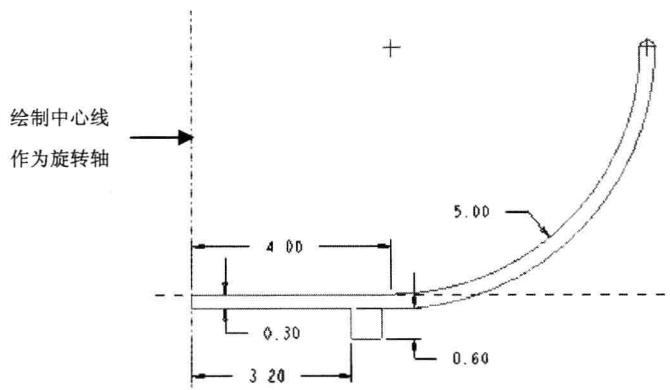
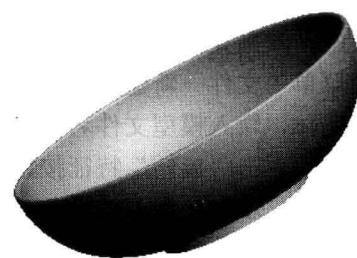

图 1-10
图 1-11
(3) 单击适当位置,在弹出的菜单中选择“定义”命令,选择FRONT面作为草绘平面,系统自动选取RIGHT面作为右方向参照,单击“草绘”按钮,进入二维草绘界面,画出如图1-10所示的草图。
(4) 单击按钮完成并自动退出草绘。
(5) 单击特征控制区右边的按钮,完成零件,如图1-11所示。
(6) 保存文件退出。